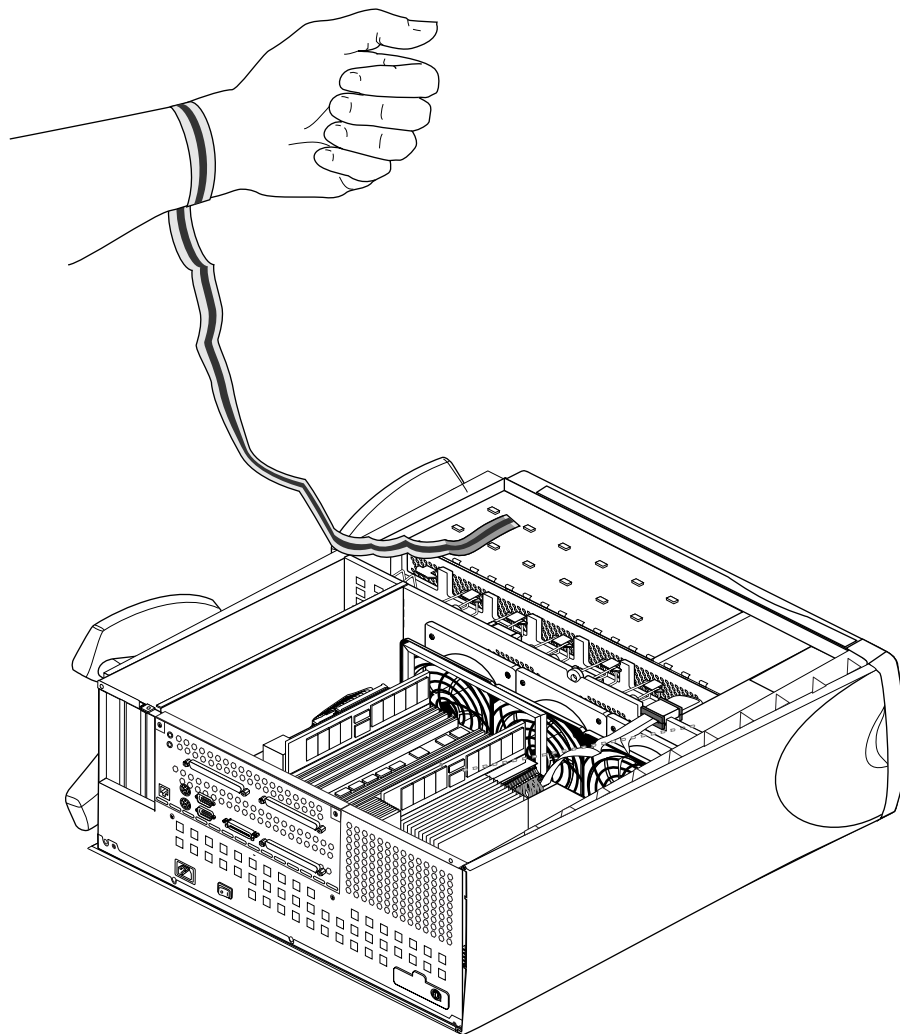

Figure 6-1 Port d'un bracelet antistatique
- Mettez le bracelet à votre poignet comme indiqué sur l'emballage et illustré à la Figure 6-1.